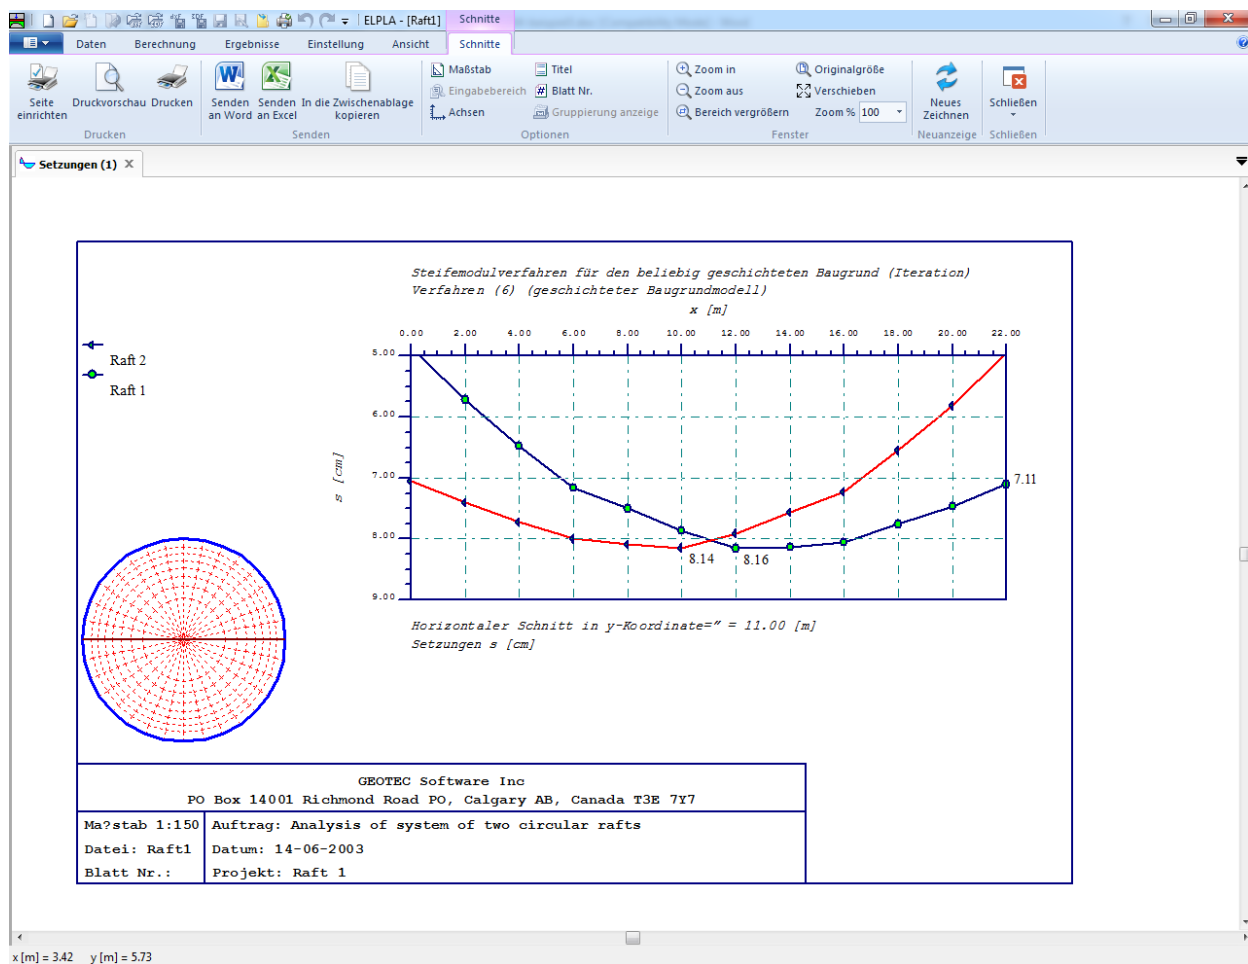

Bild 3.49 Diagramm der Setzungen in x-Richtung in der Mitte der zwei Platten
- Klicken Sie auf "OK". Die Setzungen werden in einem Diagramm dargestellt (Bild 3.49)